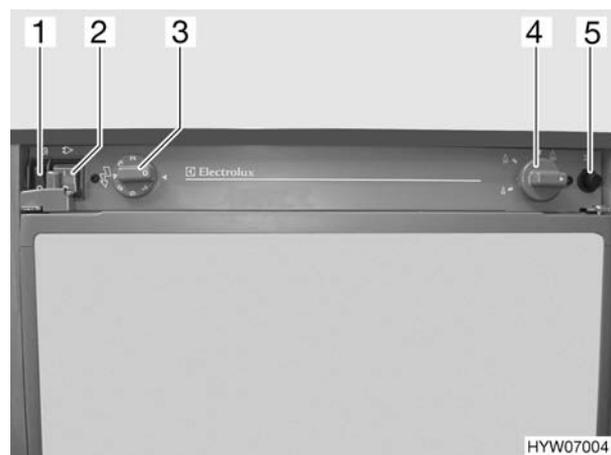

Fig. 72 Elementi di comando del frigorifero
- Posizionare l'interruttore a 230 V  (Fig. 72,2) su "0".
- Posizionare l'interruttore a 12 V  (Fig. 72,1) su "I".
- Ruotare il pomello girevole (Fig. 72,4) in posizione Fiamma alta "▲", premerlo e tenerlo premuto finché il gas non arriva al bruciatore.
- Premere il pulsante di accensione (Fig. 72,5) due volte con forza a brevi intervalli.
- Posizionare l'interruttore a 12 V  (Fig. 72,1) su "0".
- Posizionare l'interruttore a 230 V  (Fig. 72,2) su "1".
- Impostare con il pomello girevole "H" (Fig. 72,3) la temperatura di refrigerazione desiderata fra "1" e "7".
- Posizionare l'interruttore a 12 V  (Fig. 72,1) su "1".